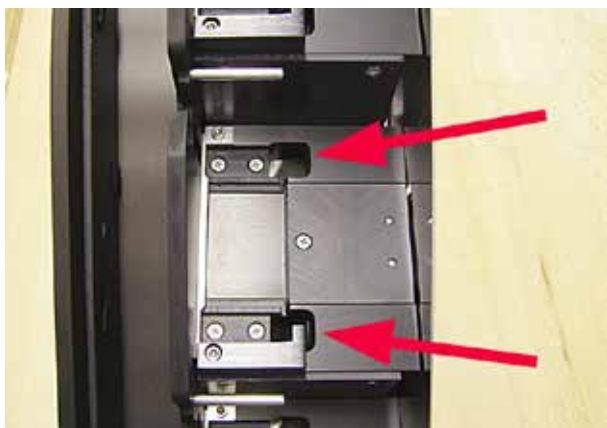

Fig. 45
- Station de chargement (→ "Fig. 45")